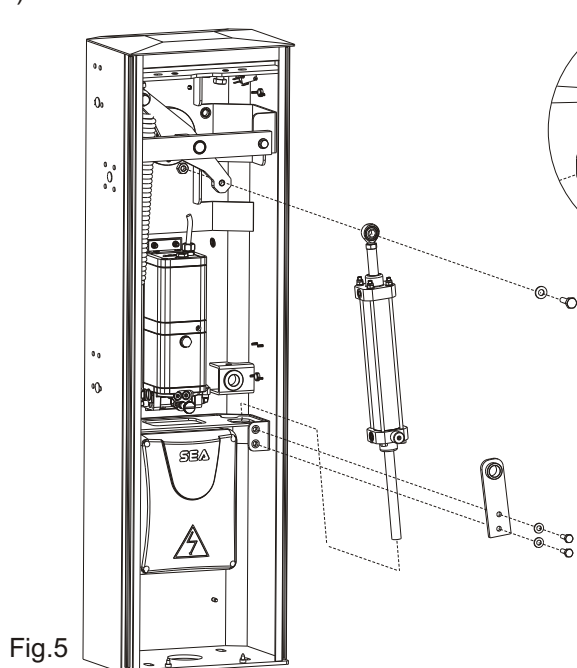

Fig.5
Antes de que se instale el muelle verificar la dirección de la barrera si hacia la derecha, o hacia la izquierda. Si la barrera tiene el cierre hacia la izquierda cambiar el pistón de derecha a izquierda como en Fig. 5 y 6.
N.B.: antes de que se invierta el pistón aflojar por un medio giro los dos empalmes de los tubos de conexión entre la centralita oleodinámica y el pistón hidráulico para facilitar la inversión (solo en la centralita) como en Fig. 5.